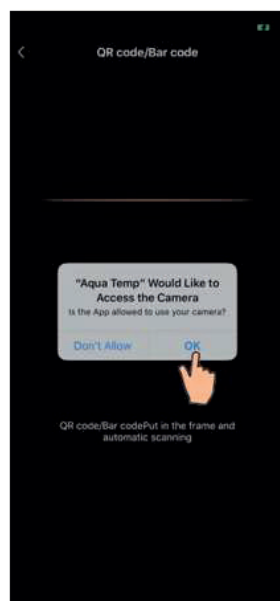
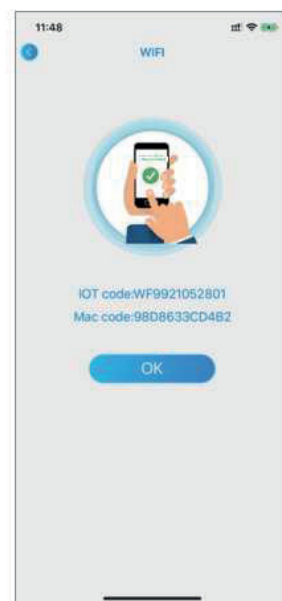

Fig.17 Scannen
Fig.18 Scherm apparaat verbonden
5. Klik "OK" zodat de camera toelating krijgt om de barcode op de warmtepomp te scannen (Fig.17); klik "OK", het apparaat is verbonden (Fig.18).